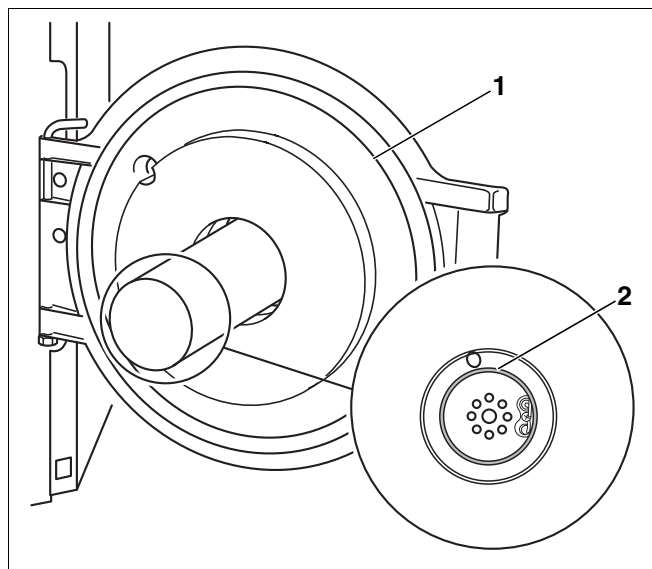

Abb. 55 Korrekten Sitz des Mischsystems prüfen
- Bei geöffneter Brennentür (Abb. 55, **Pos. 1**) wie bei der Inbetriebnahme den korrekten Sitz der Dichtung (Abb. 55, **Pos. 2**) kontrollieren.
- Brennentür (Abb. 55, **Pos. 1**) schließen und Befestigungsschrauben der Brennentür festziehen.